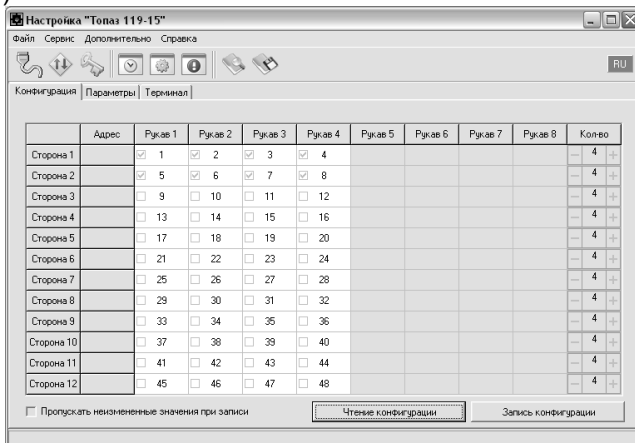

Рисунок 1
- в) считать конфигурацию устройства на вкладке "Конфигурация" (рисунок 1).